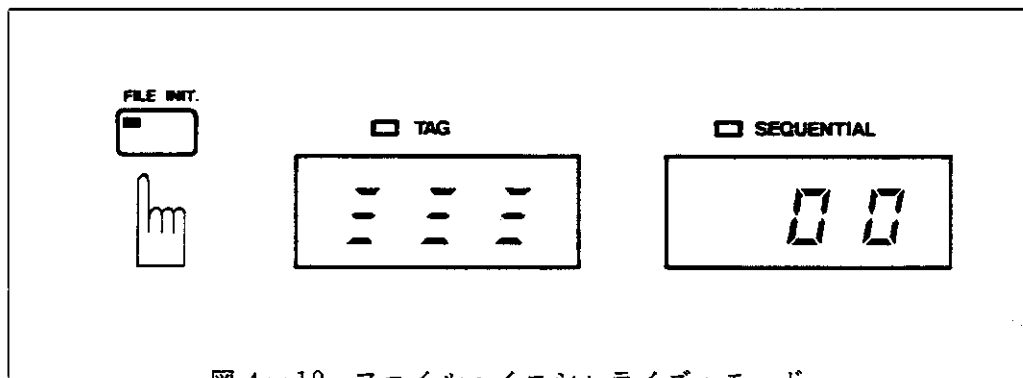

図 4-19 ファイル・イニシャライズ・モード
- (1) イニシャライズしようとするメディア (Write Protect されていないもの) を **TR9801A** に挿入し、**FILE INT.** スイッチを約 2 秒間押し続けると、**TR9801A** の TAG 番号表示用 LED が [図 4-19] のような表示をし、イニシャライズ・モードに入ったことを示します。